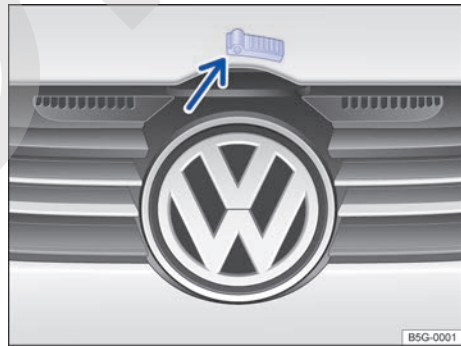

Fig. 177 Palanca de desbloqueo para apertura del capó del motor por encima de la parrilla del radiador.
- Levante el capó por la palanca de desbloqueo ⇒ fig. 177 (flecha) y ábralo del todo. El capó se mantiene abierto mediante el muelle de gas presurizado.